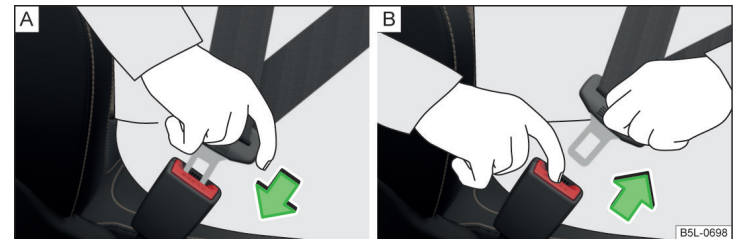

Abb. 5 Sicherheitsgurt anlegen / ablegen
- Die Schloszlunge in das zum Sitz gehörende Gurtschloss » Abb. 5 - A stecken, bis diese hörbar einrastet.
- Die rote Taste im Gurtschloss » Abb. 5 - B drücken, die Schloszlunge springt heraus.